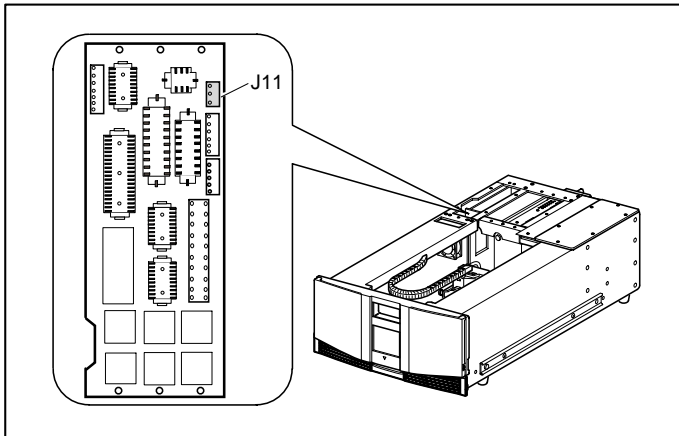

図6: J11の位置
11. 交換用カード ケージファンの3ピン コネクタをカード ケージバックプレーンのJ11の位置に接続します。図6を参照してください。